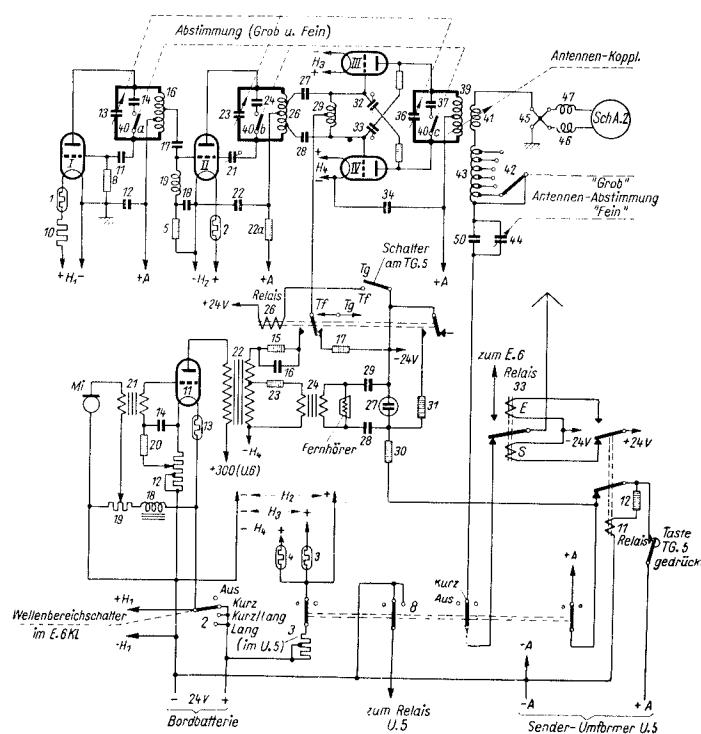

Abb. 5 Schaltplan zu Sender S. 7 KL, Kurz.
Wirkungsweise (vergl. Abb. 5 und 6): Für Inbetriebsetzung des Kurzwellenteils von Sender S. 7 KL ist zunächst der Wellenbereich-Schalter am Empfänger-Schaltteil auf eine der Stellungen „Kurz“ oder „Kurz/Lang“ zu schalten, damit die Röhre (1) der Steuerstufe Heizspannung erhält.